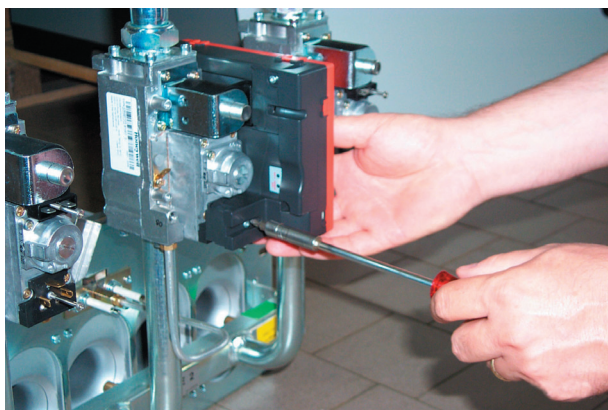
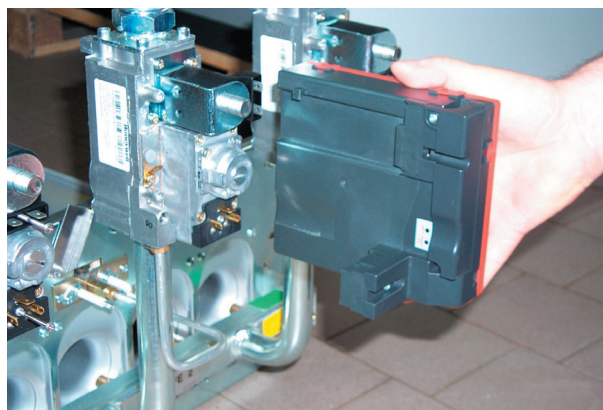

fig. 17
fig. 18
- Soltar los dos tornillos que sostienen la centralita electrónica de control de llama a la válvula de gas (fig. 17) y desconectarla de la misma (fig. 18).